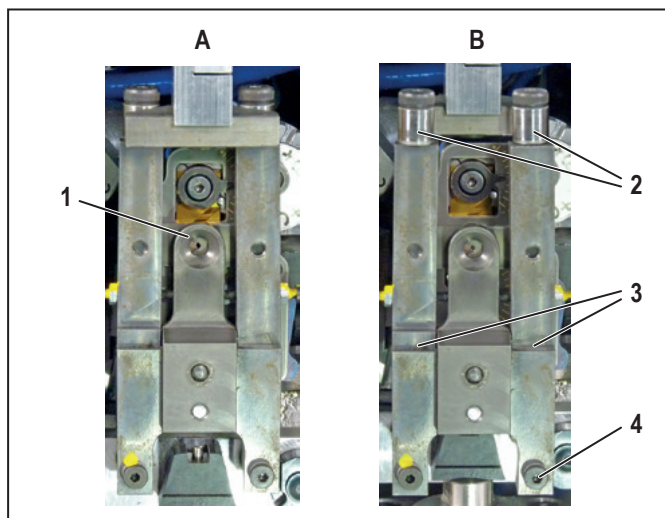

Bild 7.4 Litzenfixiereinheit in Betriebsposition (A) und nach vorn gezogen (B)
- Ziehen Sie die Litzenfixiereinheit nach vorn (Bild 7.4 , B).
- Prüfen Sie, ob die Laufrollen (2) leichtgängig sind. Bei Bedarf ölen Sie die Drehpunkte der Laufrollen.
- Ölen Sie die Drehpunkte (3) der Litzenfixiereinheit.
- Stellen Sie sicher, dass sich die Litzenfixiereinheit in der vorderen Position befindet (Bild 7.4, B).
- Entfernen Sie die rechte untere Schraube der Litzenfixiereinheit (Bild 7.4, 4).